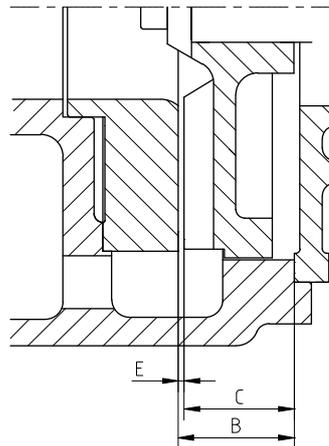

Figura 12: Tolleranza tra girante e piastra di usura di consumo, FRE cuscinetto gruppo 1.
- 2 Misurare la distanza B tra la piastra di usura di consumo e il corpo pompa, vedere la figura 12.
- 3 Misurare la distanza C tra la girante e la piastra di usura di consumo, vedere la figura 12.